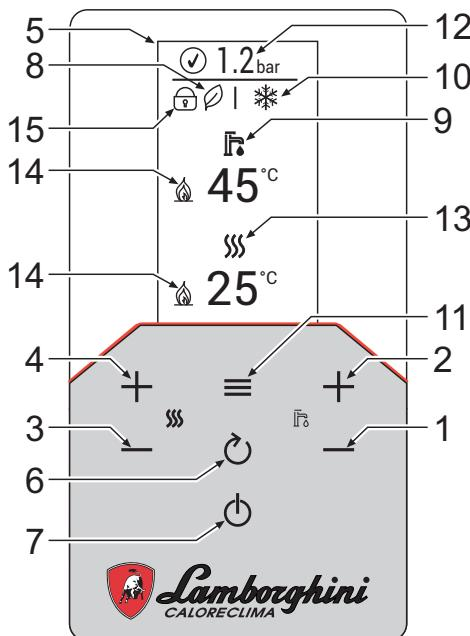

fig. 1- Panel de control
#### Leyenda del panel fig. 1
Pulsar repetidamente la tecla (1) hasta que aparezca el símbolo del verano (sol) y la palabra "OFF" en la calefacción ( 10 - fig. 1): la caldera solo suministra agua sanitaria. El sistema antihielo permanece operativo.
Mediante las teclas de la calefacción ( 3 y 4 - fig. 1) para regular la temperatura desde un mínimo de 20 °C hasta un máximo de 80 °C. El valor máximo se puede modificar en el menú Parámetros [TSP] interviniendo en el parámetro P40.
Utilice las teclas del agua sanitaria ( 1 y 2 - fig. 1) para regular la temperatura desde un mínimo de 40 °C hasta un máximo de 55 °C. El valor máximo se puede modificar en el menú Parámetros [TSP] interviniendo en el parámetro P46.
El usuario puede deshabilitar la función **COMFORT** (modo **ECO**) pulsando la tecla  durante 2 s. En modo **ECO**, en la pantalla se visualiza el símbolo  ( 12 - fig. 1). Para activar el modo **COMFORT**, pulse de nuevo la tecla  durante 2 s; el símbolo  desaparece.